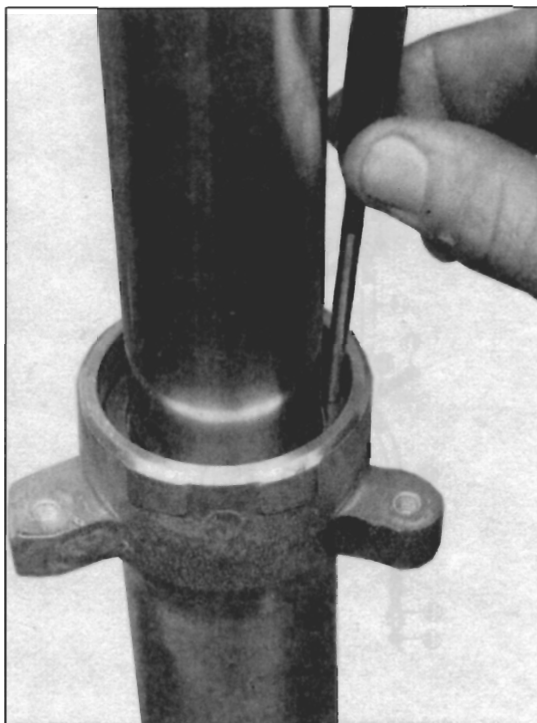

Bild 314
- Buchse (geölt) zusammen mit Stützring mit passendem Rohrmaterial oder schrittweise über Kreuz mit langem Dorn oder mit SUZUKI-Spezialwerkzeug zusammen mit Wellendichtring eintreiben (Bild 314). Vorsicht, Standrohr nicht mit Dorn zerschrammen!